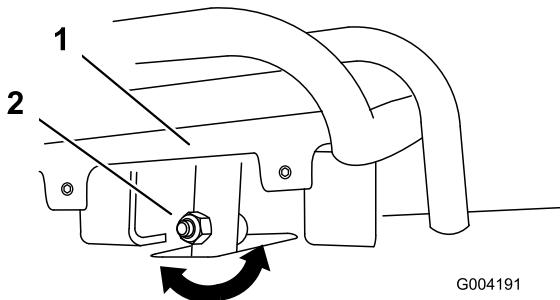
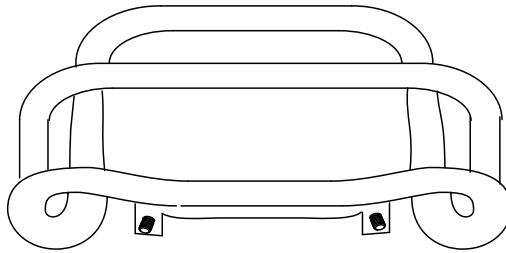

Bild 54
Bild 55
4. Wenn die Vorderseite des Fahrantriebs nicht bündig und gleichmäßig am Anschlagbügel bleibt, lösen Sie die Bundmutter und die Schraube im Schaft des Fahrantriebs (Bild 54).
5. Stellen Sie den Fahrantriebshebel so ein, dass er bündig am Anschlagbügel bleibt, wenn er gerade nach hinten gezogen wird (Bild 54 und Bild 55).